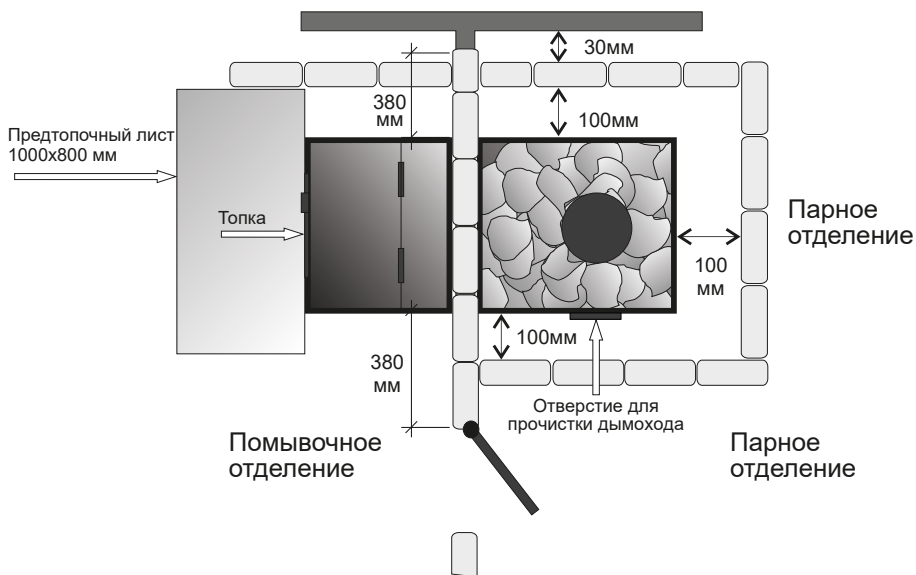

Рис.2.2. Вид сверху. Модель 02
Указанные расстояния можно уменьшить в четыре раза, используя кирпичную кладку толщиной в 1/2 кирпича и воздушный зазор не менее 30 мм до деревянных конструкций (рис. 2.2).
- обкладывать вплотную печь кирпичом (нужно производить обкладку с зазором 100 мм между печью и кирпичом) (рис. 2.2);